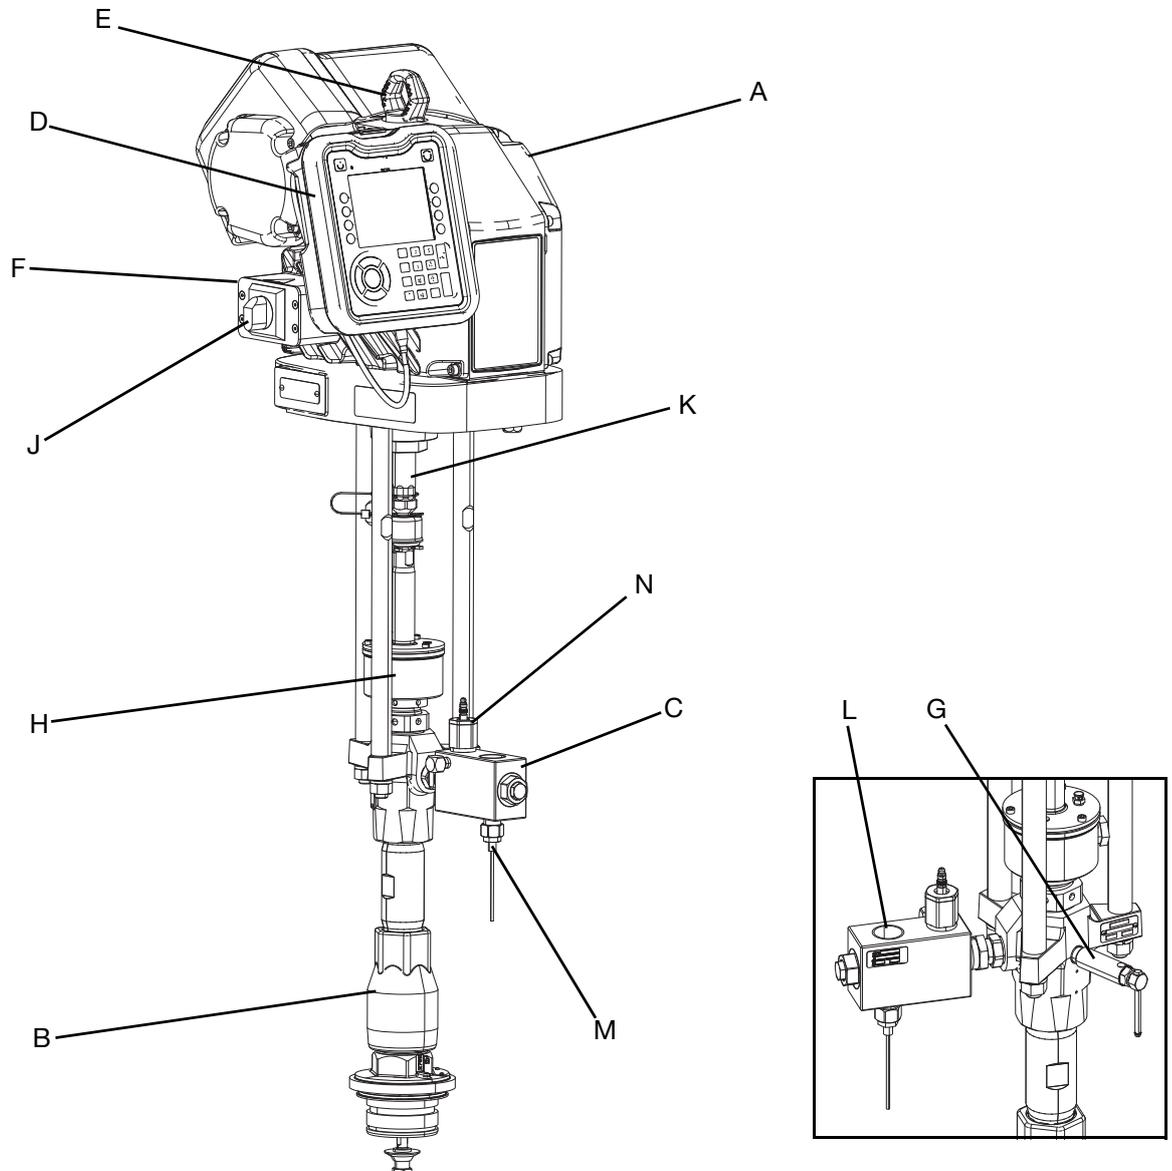

FIG. 1: Composants E-Flo SP
Attachez une chaîne ou un crochet aux endroits prévus pour le levage. Soulevez de la palette à l'aide d'une grue ou d'un chariot élévateur. Voir l'anneau de levage (E) sur la FIG. 1 à la page **7**.